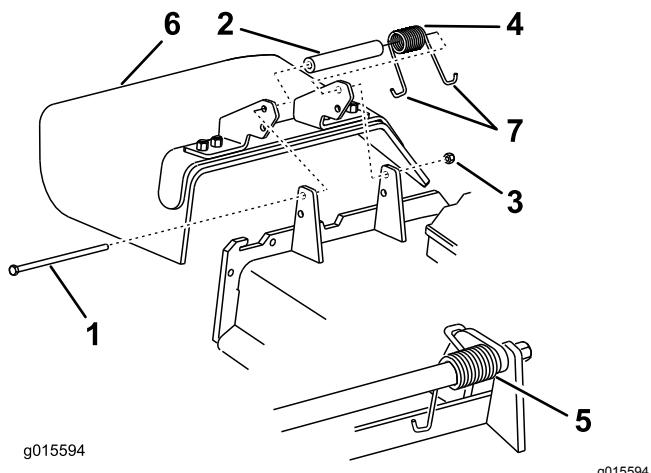

Bild 109
1. Entfernen Sie die Sicherungsmutter, Schraube, Feder und das Distanzstück, mit denen das Ablenkblech an den Schwenkhalterungen befestigt ist (Bild 109).
2. Entfernen Sie defekte oder abgenutzte Ablenkbleche (Bild 109).
Hinweis: Stellen Sie sicher, dass sich das J-Ende der Feder hinter der Mähwerkskante befindet, bevor Sie die Schraube einsetzen, wie in Bild 109 abgebildet.
6. Führen Sie das J-förmige Hakenende der Feder um das Ablenkblech (Bild 109).